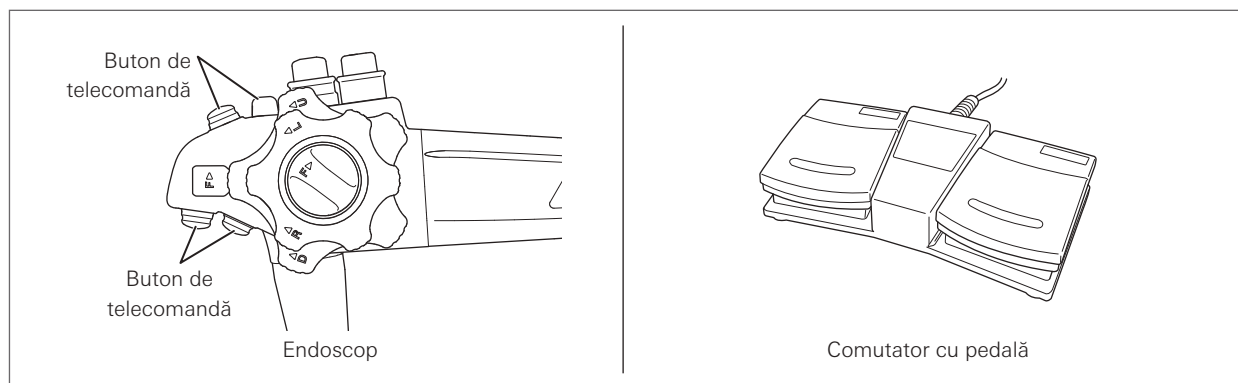

Figura 5.6
2. Apăsați fiecare buton de telecomandă al endoscopului conectat și comutatoarele cu pedală conectate și verificați dacă funcția atribuită butonului este activată (Figura 5.6).